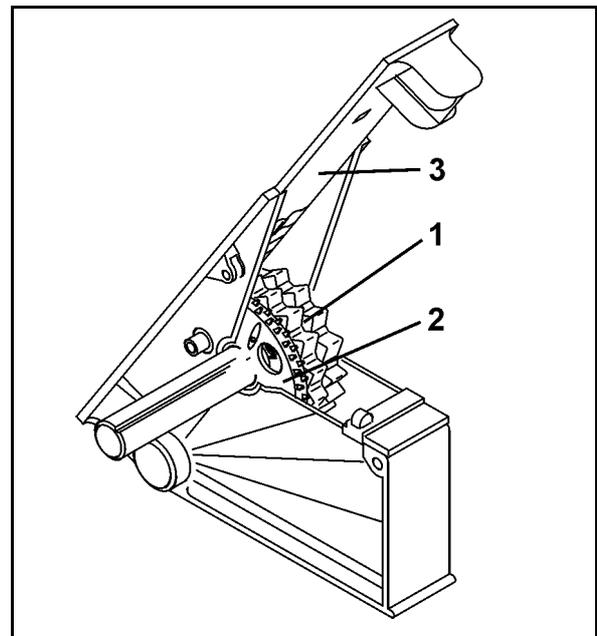

Fig. 12
- o Une roue distributrice normale (Fig. 12/1) et
- o Une roue distributrice fines graines (Fig. 12/2).
Les glissières de fermeture (Fig. 12/3) sont réglables sur 3 positions et doivent être réglées en fonction de la semence utilisée.